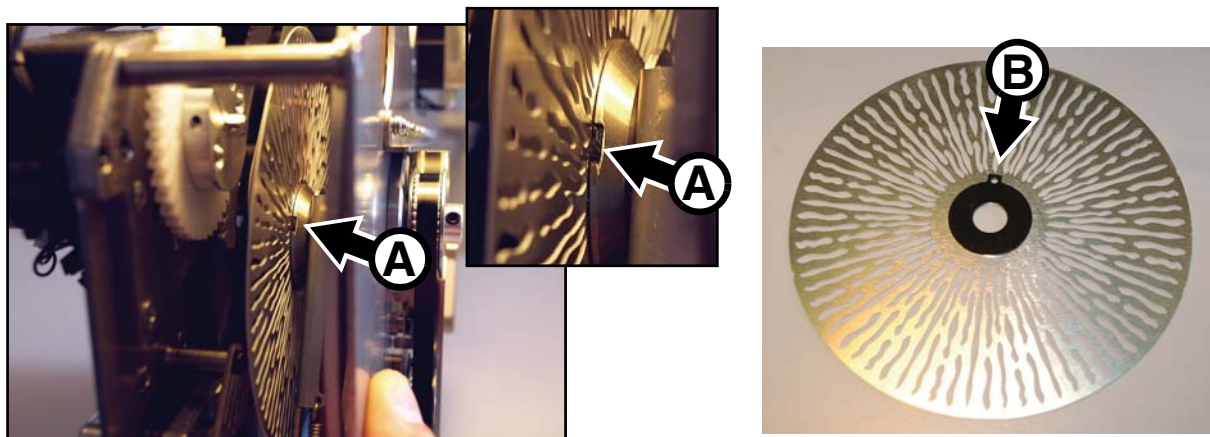

Bild 27: Index des Animationsrades
4. Siehe Bild 27. Das Animationsrad wird magnetisch gehalten. Der Index **B** des Animationsrades muss in die Aussparung **A** des Magnethalters eingreifen.